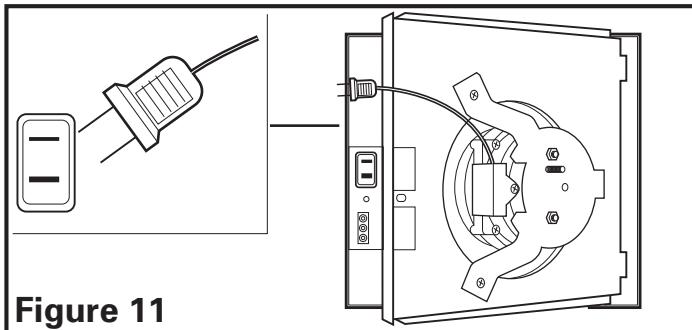

Figure 11
1. R installer le venturi du ventilateur en le tenant un angle d environ 45 degr s, accrocher les deux onglets sur le venturi dans les fentes sur le cabinet et fixer en place en serrant les vis du venturi. Faire tourner la roue de la soufflante la main pour s assurer qu elle tourne librement. Maintenant, connecter le moteur du ventilateur dans le r ceptacle (**Figure 11**).